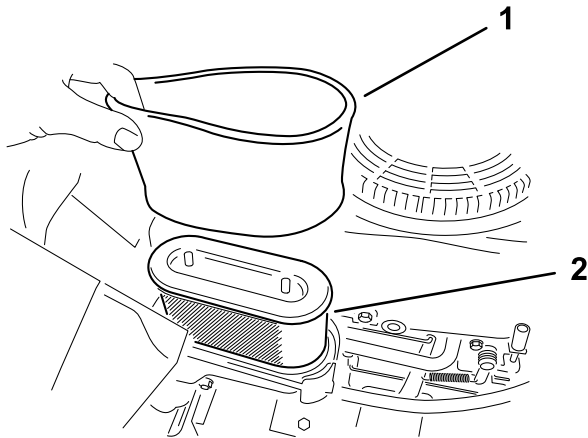

Figuur 38
4. Verwijder het luchtfilterdeksel door de 2 knoppen los te draaien (Figuur 38).
3. Monteer het luchtfilterdeksel en draai de twee knoppen vast (Figuur 38).